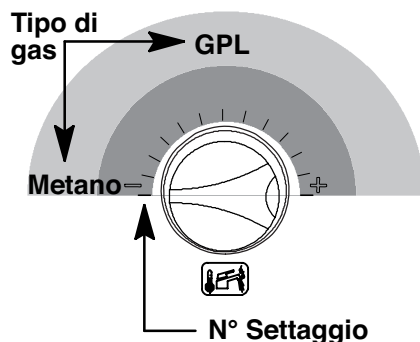

Fig. 8.6
- Per cambiare il settaggio ruotare la manopola regolazione temperatura sanitaria 4 e posizionarla sulla posizione prescelta, vedi anche Fig. 8.6.